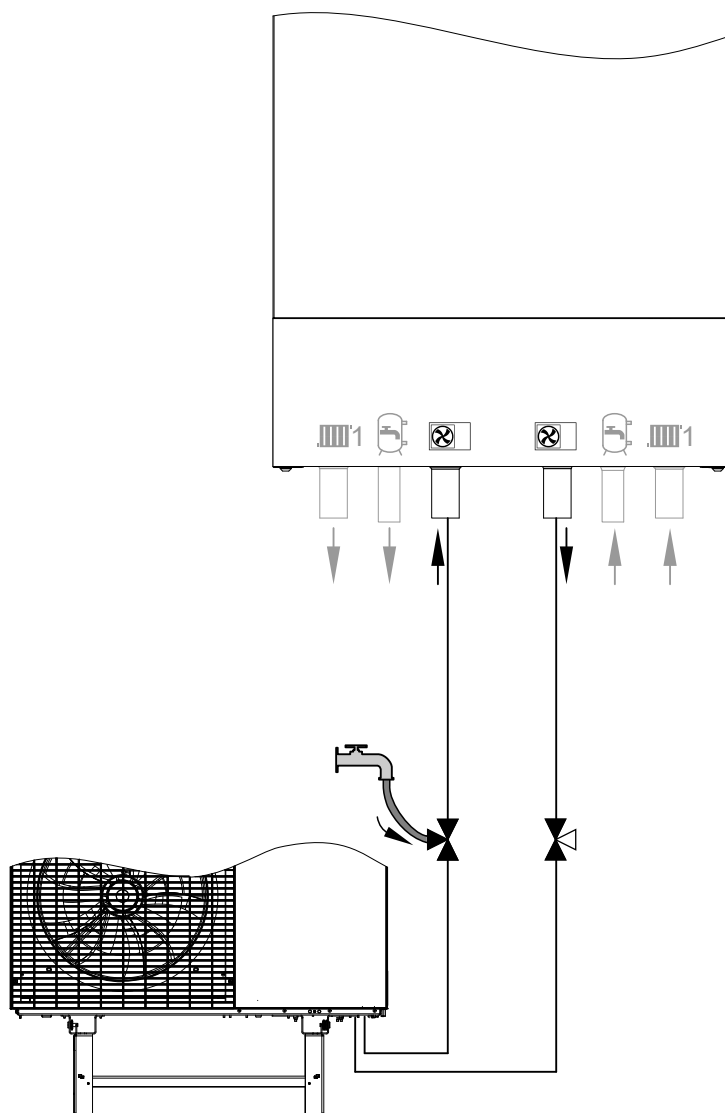

Fig. 64
2. Ouvrir la vanne à bille 3 voies depuis le départ unité extérieure (entrée eau de chauffage unité intérieure) conformément à la fig. 64 : **ouverte dans toutes les directions**.
3. Ouvrir la vanne à bille 3 voies vers le retour unité extérieure (sortie eau de chauffage unité intérieure) : voir fig. 64.